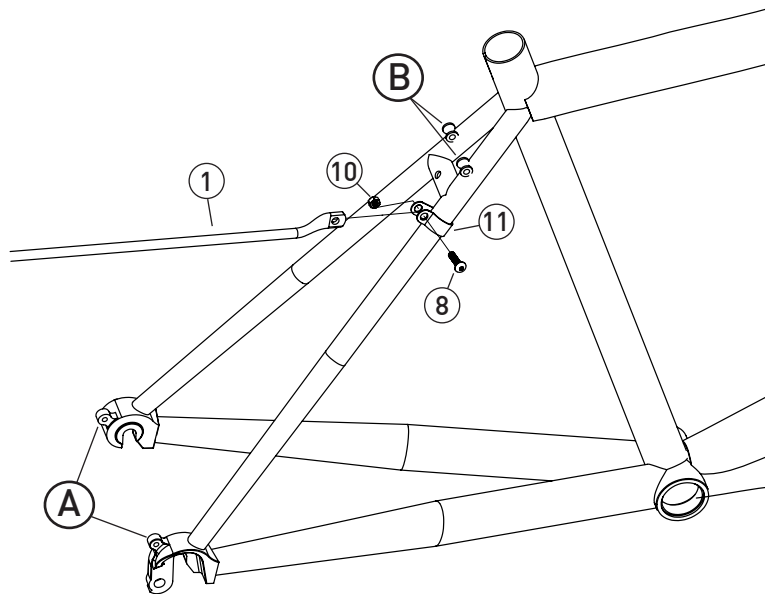

Figure 4
Always use the threaded mounts if possible. If your bicycle does not have any mounting points at **B** (Figure 4), then you can use the band clamps (item 11) provided with the Moose Rack to attach the stays at **B** (Figure 4). Some bicycles don't have mounting points at **A** (Figure 4). This is probably a sign that the bicycle was not designed for carrying heavy loads and a Moose Rack should not be attached to that bicycle.
Utilisez toujours des points d'attache filetés, si possible. Si votre vélo n'est pas équipé de points d'attache en **B** (Figure 4), utilisez les serre-joints à sangle (pièce 11) fournis avec votre accessoire afin d'arrimer les haubans en **B** (Figure 4). Certains vélos ne sont pas pourvus de points d'attache en **A** (Figure 4), ce qui indique probablement qu'ils n'ont pas été conçus pour transporter des charges lourdes. Le Moose Rack n'est donc pas adapté à ses modèles.
Verwenden Sie immer die Gewindebefestigungen, falls möglich. Wenn Ihr Fahrrad bei **B** (Abb. 4) keine Befestigungspunkte hat, können Sie die Bandklammern (Punkt 11) verwenden, die mit dem Moose-Gepäckträger mitgeliefert werden, um die Streben an **B** (Abb. 4) zu befestigen. Einige Fahrräder haben keine Befestigungspunkte bei **A** (Abb. 4). Dies ist wahrscheinlich ein Zeichen dafür, dass das Fahrrad nicht für den Transport schwerer Lasten ausgelegt ist und kein Moose-Gepäckträger an diesem Fahrrad befestigt werden sollte.
Some bicycles with very low mounting points at **B** (Figure 4) will not fit any rear cycle rack.
Si les haubans s'étendent au-delà du haut du rack, marquez la longueur souhaitée, puis ôtez les haubans avant de les couper. La bonne longueur se situe juste sous le haut du rack, au moins 1,25 cm en dessous du bloc de hauban **3** (Figure 4). Remplacez les capuchons en caoutchouc une fois les haubans découpés.
Certains vélos dont les points d'attache en **B** (Figure 4) sont très bas ne peuvent pas accueillir de rack arrière, du fait d'un conflit éventuel avec les freins à disque. Chaque vélo étant différent, il existe toujours une probabilité d'incompatibilité avec le rack.
An manche Fahrräder mit sehr niedrigen Befestigungspunkten bei **B** (Abb. 4) passt kein hinterer Gepäckträger.